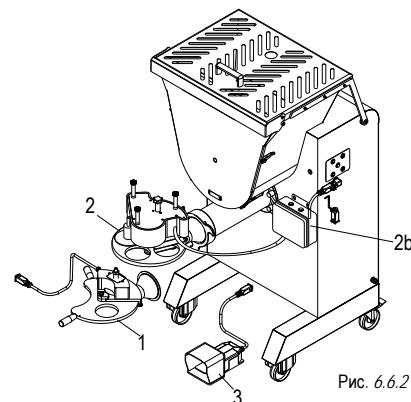

Рис. 6.6.2
6.6.2 Полуавтоматическое приспособление для формовки гамбургеров (поз. 1, рис. 6.6.2)
6.6.3 Автоматическое приспособление для формовки гамбургеров (поз. 2, рис. 6.6.2)
6.6.4 Педальный механизм (поз. 3, рис. 6.6.2)